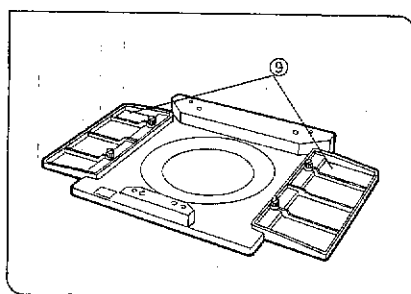

図 17
◎メカニカルステージを使用しない場合は、プレーンステージの両側にサブステージ⑨を取付けることができます。(図17)